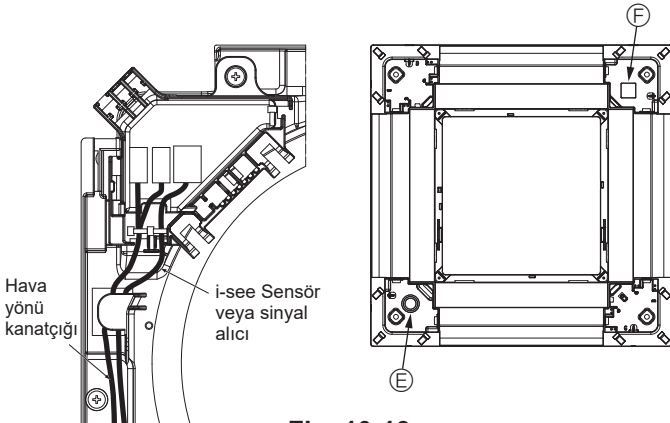

Fig. 10-13
- i-see Sensörü ve sinyal alıcısı kablolarını Fig. 10-13'deki gibi yönlendirin.